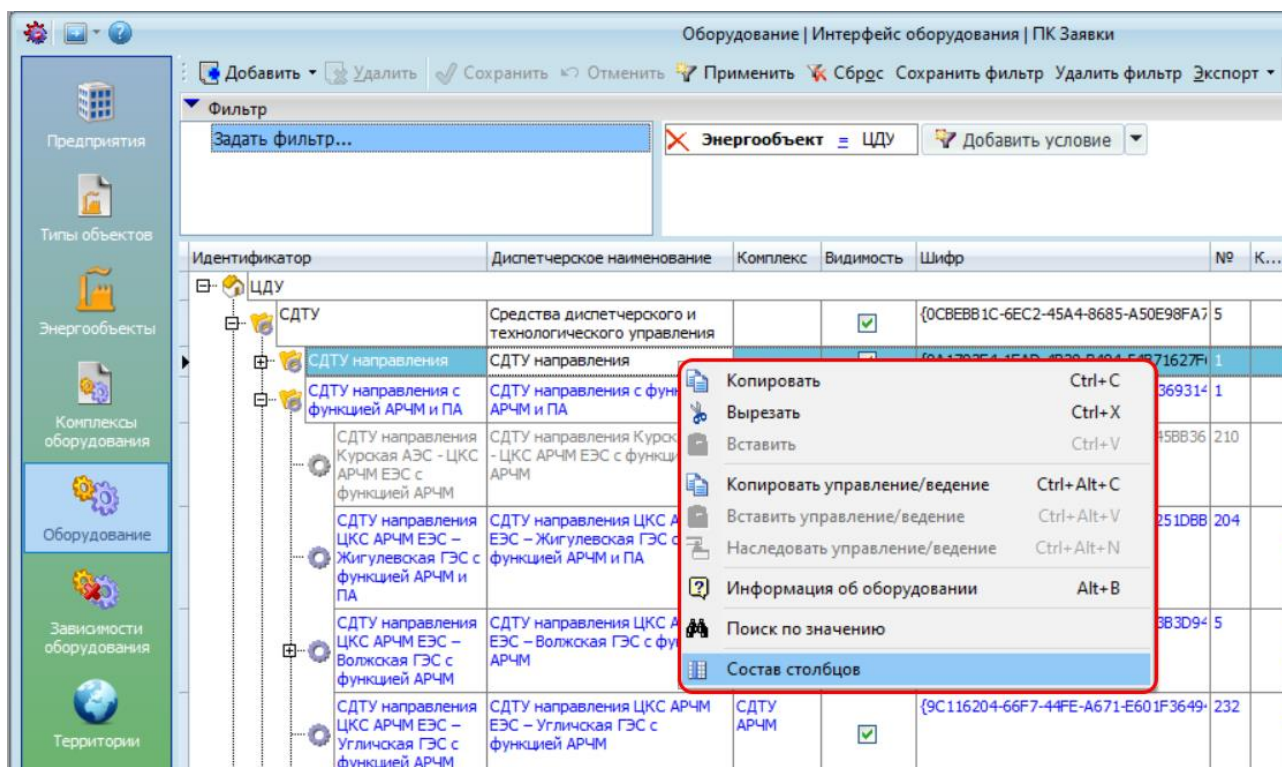

Рисунок 15.5 – Вызов настройки состава столбцов через контекстное меню
- вызвать контекстное меню правой кнопкой мыши на списке оборудования и выбрать пункт «Состав столбцов» (Рисунок 15.5).